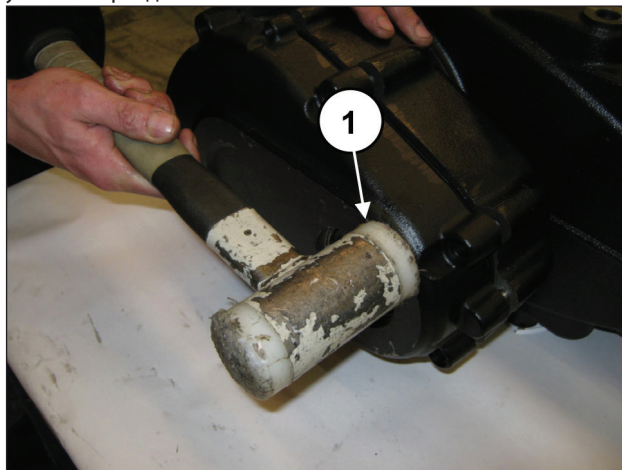
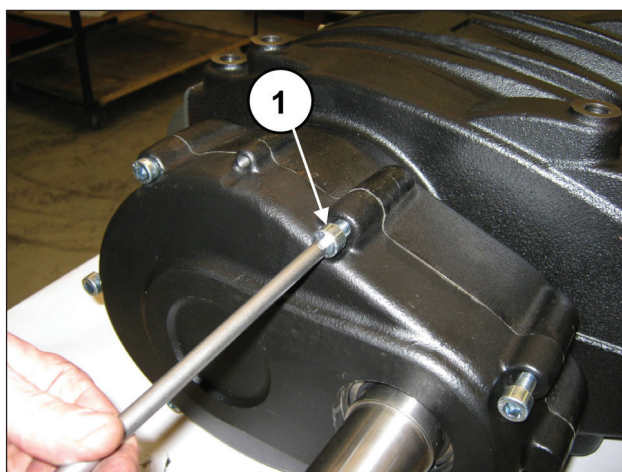

Рис. 89
Рис. 90
Установите крышку редуктора с помощью ударной массы (поз. ①, Рис. 89) и закрепите ее с помощью 7 винтов M10x40 (поз. ①, Рис. 90). Проследите за правильным соединением обоих компонентов подшипника 40x90x23. Откалибруйте винты динамометрическим ключом, как указано в разделе 3.